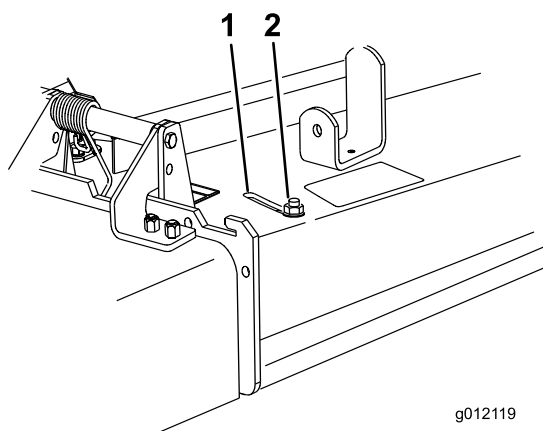

Figure 23
3. Pour régler le déflecteur, desserrez l'écrou (Figure 23).